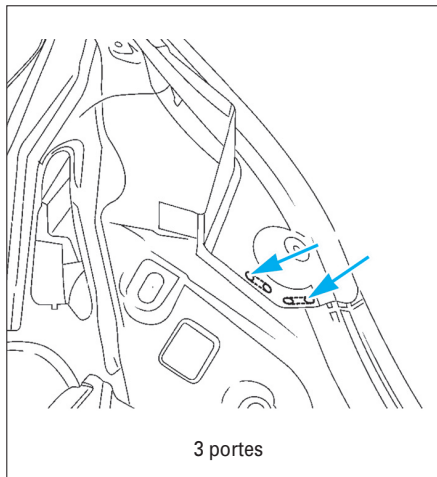
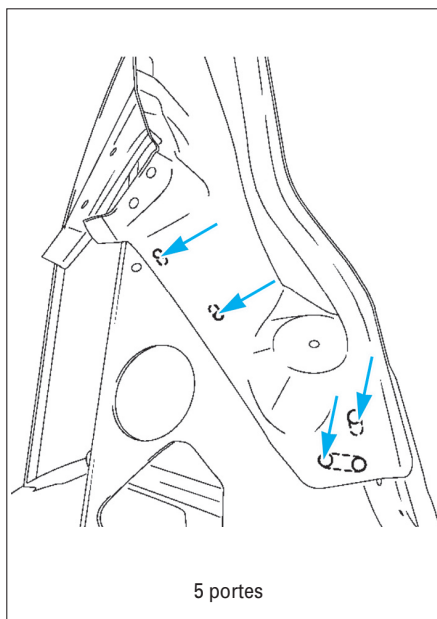

FIG. 64
FIG. 65
- Effectuer des trous oblongs à partir de points de soudure percés (Fig.64) ou (Fig.65).